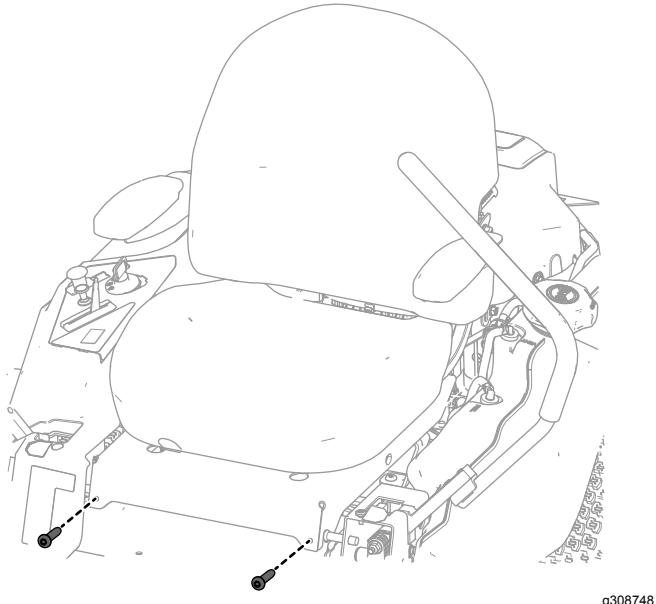

Figure 5
- Fixez la base du siège sur la tige de pivot à l'aide des 2 boulons retirés précédemment (Figure 5).